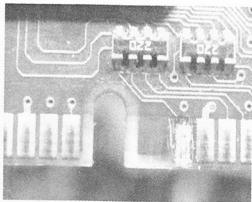

图 4-7 处理底盘
- (1) 用刀把显卡或内存条坏金手指上的底盘刮干净，如图 4-7 所示。